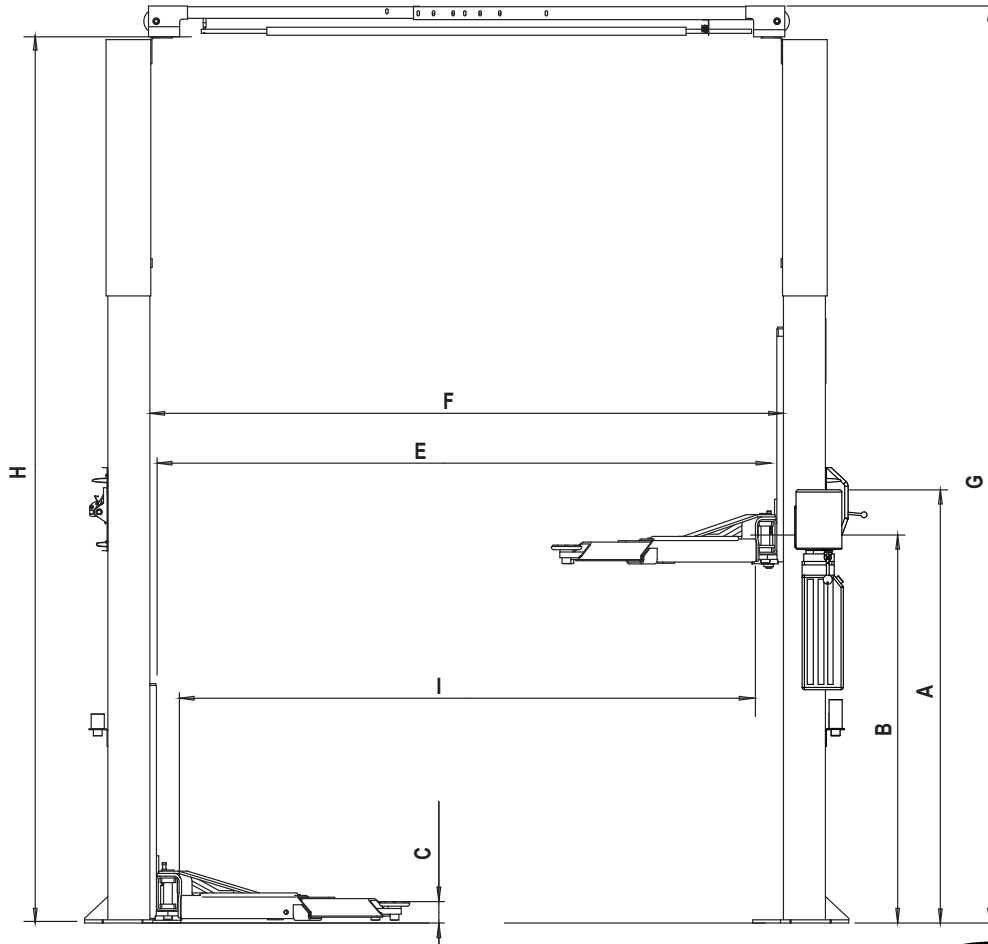
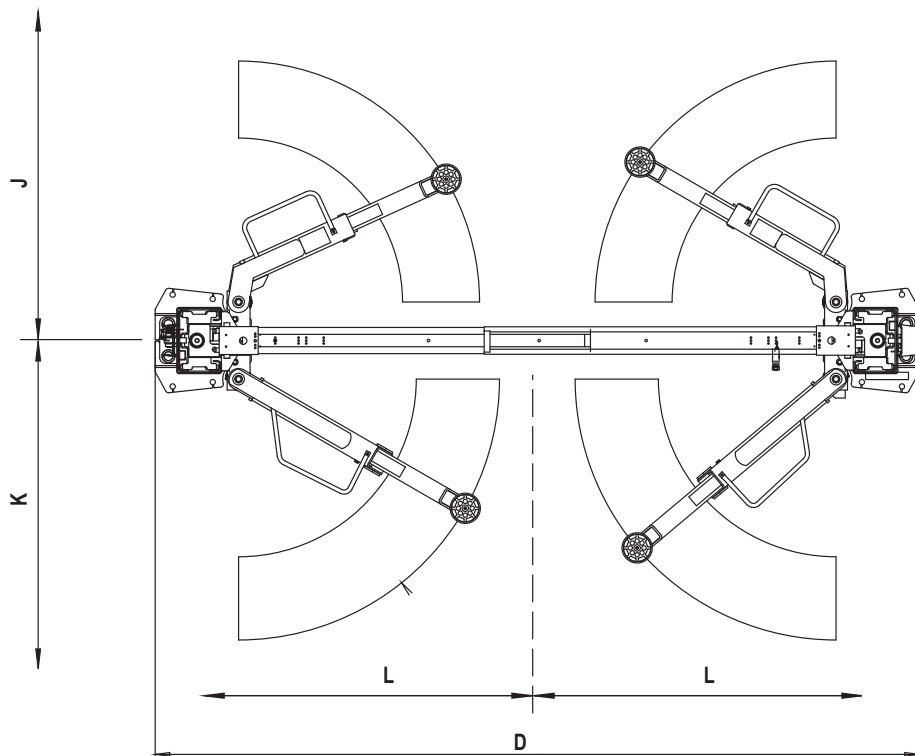

Fig. 1a
Fig. 1b
1. **Position der Hebebühne:** Sofern verfügbar, den Bauplan verwenden, um die Hebebühne aufzustellen. Abb. 1a und Abb. 1b zeigen die Abmessungen eines typischen Hebebühnen-Layouts.
Die Säulen entsprechend den Abmessungen auf Abb. 1a und Abb. 1b positionieren. Die Säule mit der Montagehalterung des Leistungsteils auf der Fahrzeugpassagierseite der Hebebühne positionieren. Die Rückseiten der Säulengrundplatte müssen korrekt zur Mittellinie der Hebebühne angeordnet sein. Kerben in jeder Grundplatte zeigen die Mittellinie der Hebebühne an. Korrekte Ausrüstung verwenden, um den Schlitten zur